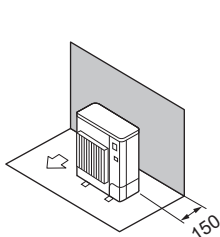

Fig. 2-7
- ① Кедергілер тек артқы жағында (Fig. 2-7)